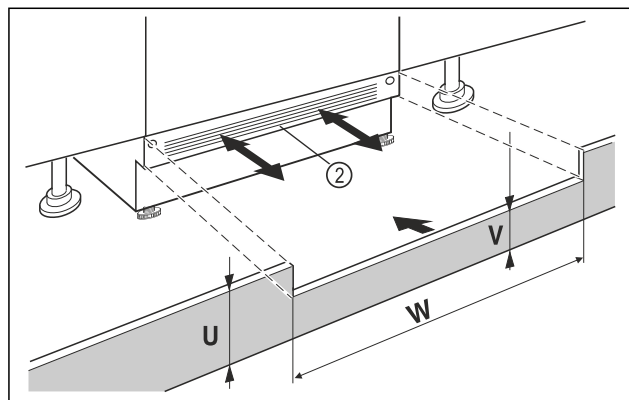

Fig. 70 Immagine a titolo di esempio
- ▶ Applicare lo zoccolo dell'apparecchio Fig. 70 (2) ma non fissarlo ancora.
- ▶ Se lo zoccolo è visibile Fig. 70 (2), tirarlo in avanti in modo tale che il bordo anteriore della griglia di ventilazione e lo zoccolo del mobile siano a filo.
- ▶ Se lo zoccolo è nascosto Fig. 70 (2) spingerlo completamente indietro.
- ▶ Verificare che le fessure di ventilazione siano completamente libere: Se necessario, tagliare lo zoccolo del mobile Fig. 70 (U)!
- ▶ Adattare, per la larghezza dell'area di incasso Fig. 70 (W), l'altezza del listello Fig. 70 (V) sotto lo zoccolo dell'apparecchio Fig. 70 (2).